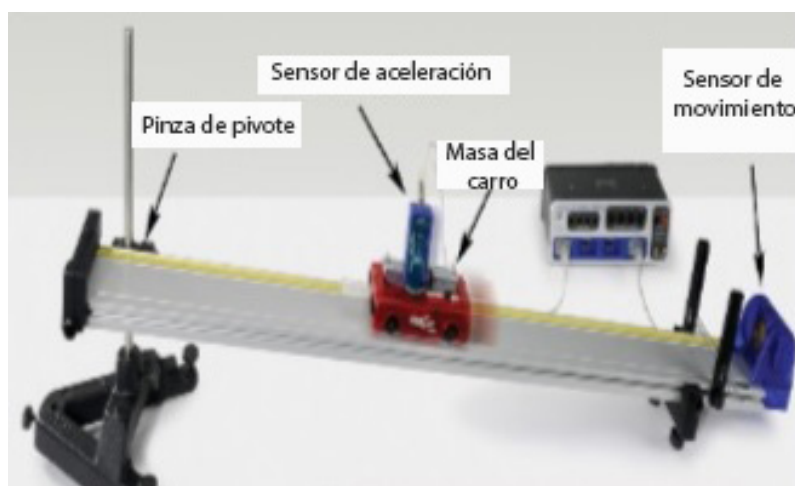

Figura 11.1: Material a usar en la práctica
El propósito de esta práctica es estudiar la relación entre posición, velocidad y aceleración. Un sensor de movimiento es utilizado para registrar el movimiento de un carro a medida que se mueve hacia arriba y hacia abajo de la pista inclinada (ver Figura 11.1). La aceleración del carro se calcula a partir de un gráfico de velocidad, y se compara con la
1. Utilizar la abrazadera con la base de la varilla y la varilla de 45 cm para inclinar la pista como se muestra en la Figura 11.1. La altura del extremo elevado de la pista debe ser de unos 20 cm.